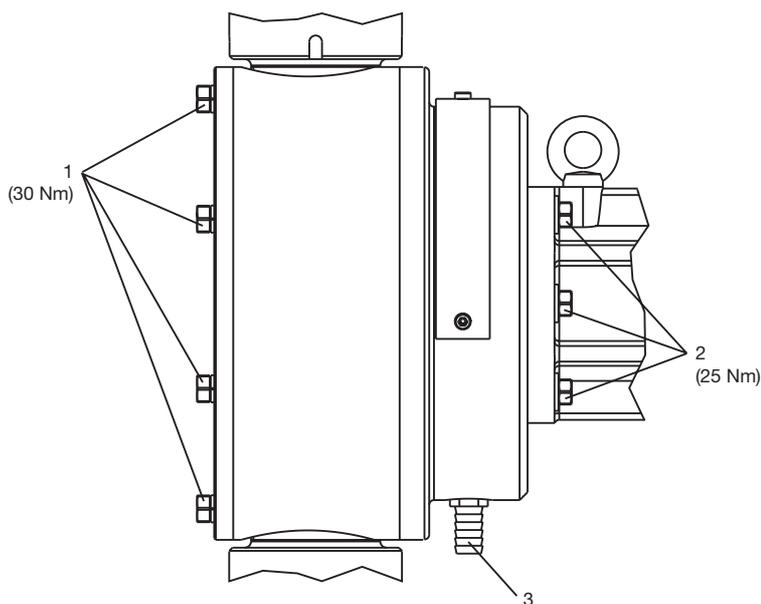

Fig. 17 Module de dosage à membrane Makro/ 5 (M5Ma)
- Pour les modules de dosage à membrane (M5Ma) (voir Fig. 17) :